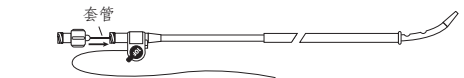

图5
3.在将金属套管插入导管前，滑动猪尾拉直器，沿着导管远端部分将弧度拉直。将金属套管插入导管，并将鲁尔接头拧紧。详见图5。